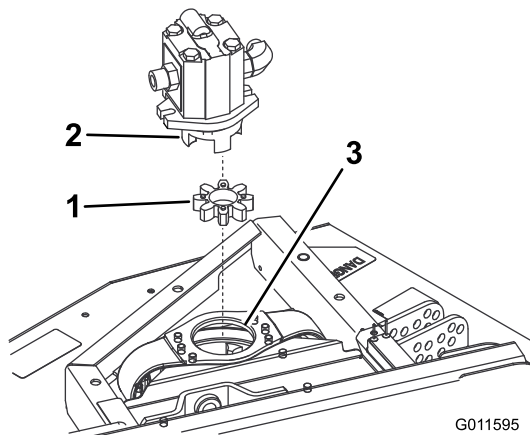

Figura 2
3. Retire a aranha elastomérica do acoplador da polia interna. Verifique se existe desgaste e substitua se estiver gasta. Caso contrário, guarde para instalar na nova plataforma frontal (Figura 2).
Nota: Verifique se existe desgaste no cubo da aranha e substitua se estiver gasta (Figura 2).